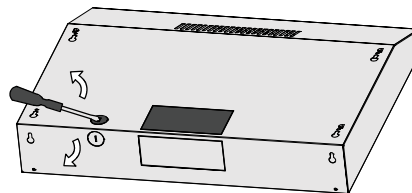
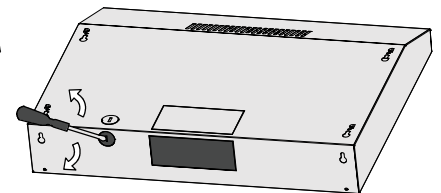

Figure 11-1
Figure 11-2
- Utiliser l'outil fourni pour percer le trou de câblage. Il y a deux trous. Veuillez choisir le trou Figure 11-1 ou le trou Figure 11-2 selon vos besoins en matière de câblage.